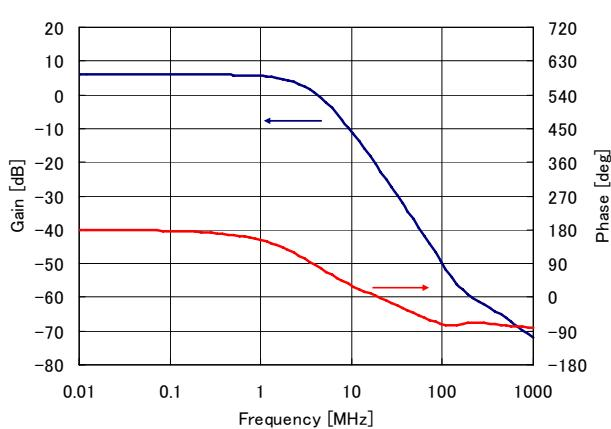

図 14 周波数特性
4. 1に示した回路において、Gainのピークをなくし、安定した動作をさせるため、反転入力に容量を接続します。図13に回路図、図14にそのシミュレーション結果を示します。